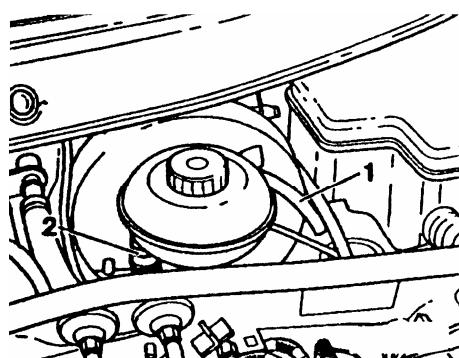

图 13-83 拆卸供液软管和传感器插头
- (1) 将排放瓶软管接到左前制动钳排气螺栓上并打开。
- (2) 踏下制动踏板，尽量排出制动液。拧上左前排气螺栓。注意溢出的制动液不能再使用。
- (3) 如图 13-83 所示，拔下离合器总泵供液软管并用塞子堵住。拔下浮子指示传感器插头。